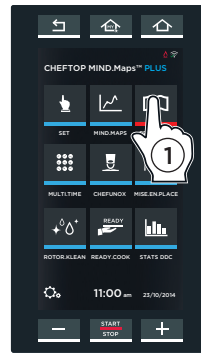
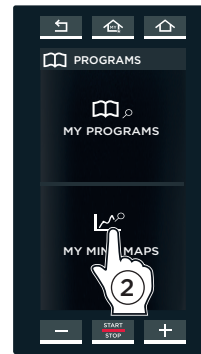
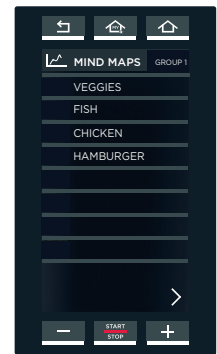

fig. P7
fig. P8
fig. P9
② Raak eerst het pictogram voor “PROGRAMMA’S” aan (fig. P7) en daarna het pictogram “MIJN.MIND.MAPS” (fig. P8): hierdoor wordt een lijst met eerder opgeslagen bereidingscycli geopend (fig. P9).